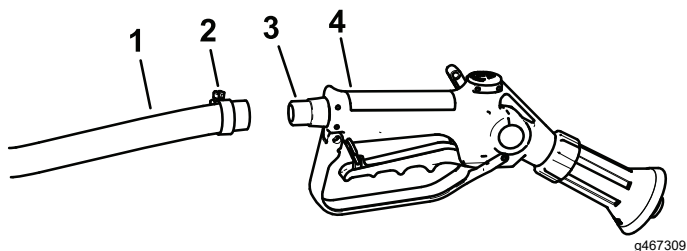

Figura 47
3. Conectai capătul liber al furtunului lung la fittingul de pe pistolul pulverizatorului (Figura 47).